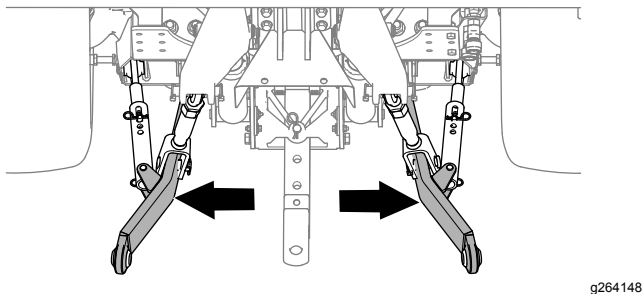

Figura 20
4. Regolate i bracci dello stabilizzatore (**Figura 20**) completamente verso l'esterno; fate riferimento ai *Manuali dell'operatore* per la macchina di traino.